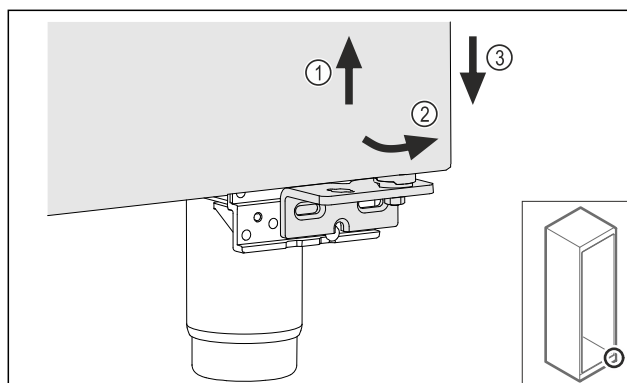

Fig. 19
- Løft døren en smule Fig. 19 (1), vip den fremad foruden Fig. 19 (2), og sænk den Fig. 19 (3).